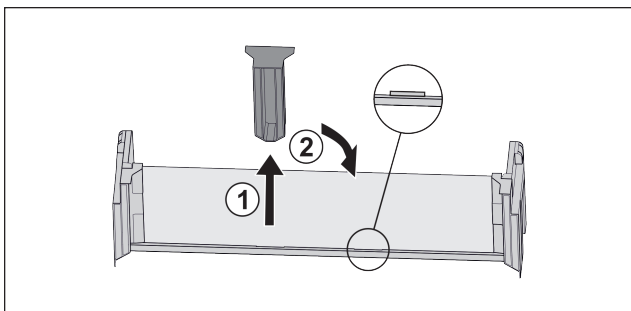

Fig. 22 *
- ▶ Mittleres Halteteil abziehen Fig. 22 (1).*
- ▶ Mittleres Halteteil auf zweiter Position einsetzen Fig. 22 (2).*